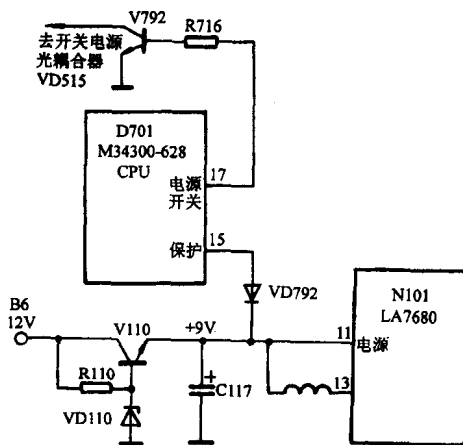

图 1-1-3 长虹 A3 机心 LA7680 供电电路及 9V 保护电路
12V 电源负载短路,对整机影响较大。因为开关稳压电源无 12V 输出的话,9V 稳压三极管 V110(见图 1-1-3)发射极输出的 9V 电源电压也必然为 0V。这时二极管 VD792 导通,CPU D701 第⑮脚保护输入端变为低电平。根据 D701 保护电路的工作原理,当它检测到第⑮脚变为低电平信号时,立即在第⑰脚输出高电平信号,启动保护电路,使 V792 饱和导通,开关稳压电源便停止振荡,各路输出电压同时变为 0V。这虽然导致彩电无光栅、无图、无声,却能避免故障进一步扩大。
首先,检查开关稳压电源各路输出电压均为 0V,而各路电压输出负载对地电阻也不为零,说明负载没有短路的地方。接着测量电源保护控制管 V792 的基极电压为 0.7V 左右,而集电极电压为 0V,说明 V792 导通,电源处在保护状态。电路如图 1-1-3 所示,断开 V792 开机,开关稳压电源各路输出电压恢复正常,显像管灯丝亮。这说明行输出电路已工作,但此时屏幕上仍无光栅。检查单片电视信号集成电路 N101(LA7680)供电端第⑪脚、⑬脚电压为 0V。测量 N110 供电稳压调整管 V110 各极电压,发射极为 0V,基极为 0V(正